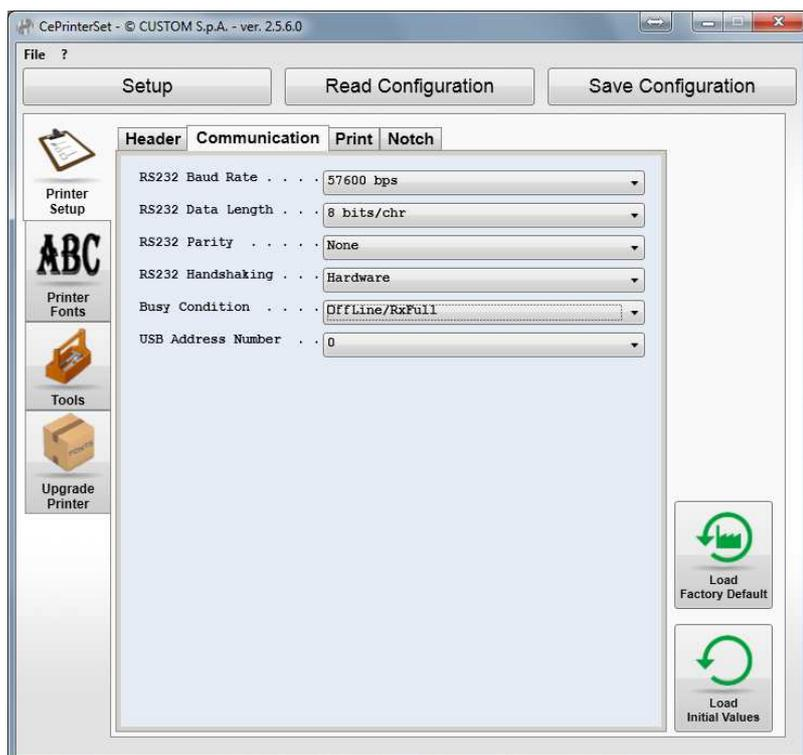

Рисунок 21 – Закладка «Communication»
- Откроется меню настройки коммуникационных параметров (см Рисунок 21)